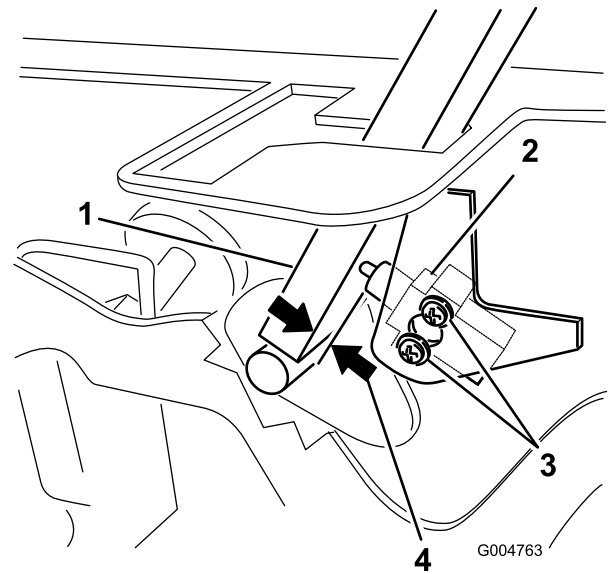

Figura 61
3. Afloje los 2 tornillos que fijan el interruptor de seguridad (Figura 61).
4. Sujetando la palanca de control contra el bastidor, mueva el interruptor hacia la palanca hasta que la distancia entre la palanca y el cuerpo del interruptor sea de 0,4 a 1 mm (Figura 61).